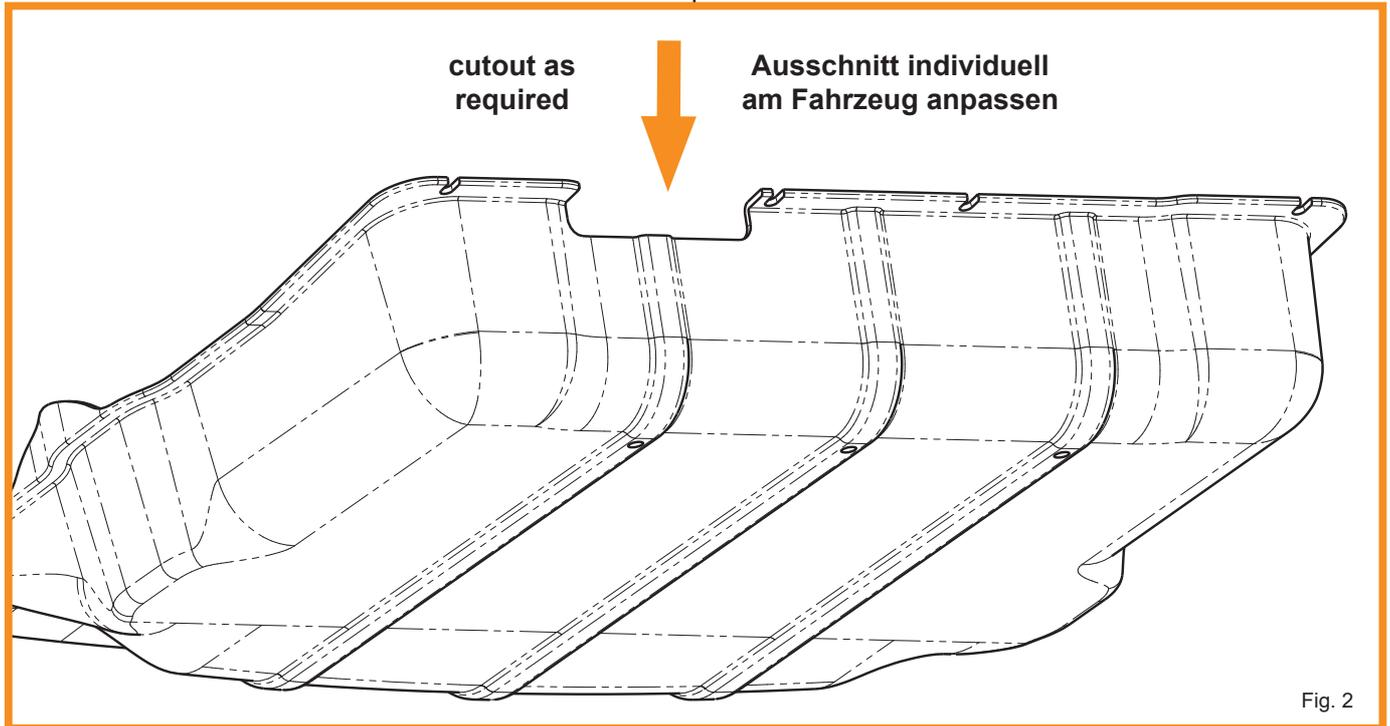

Fig. 2
- In the rear area, this concerns the master brake cylinder, push rod, push rod, etc. See Fig. 2 for an example.
- Im hintern Bereich betrifft dies den Hauptbremszylinder, Druckstange, Schubstange, etc. Siehe Fig. 2 für ein Beispiel.